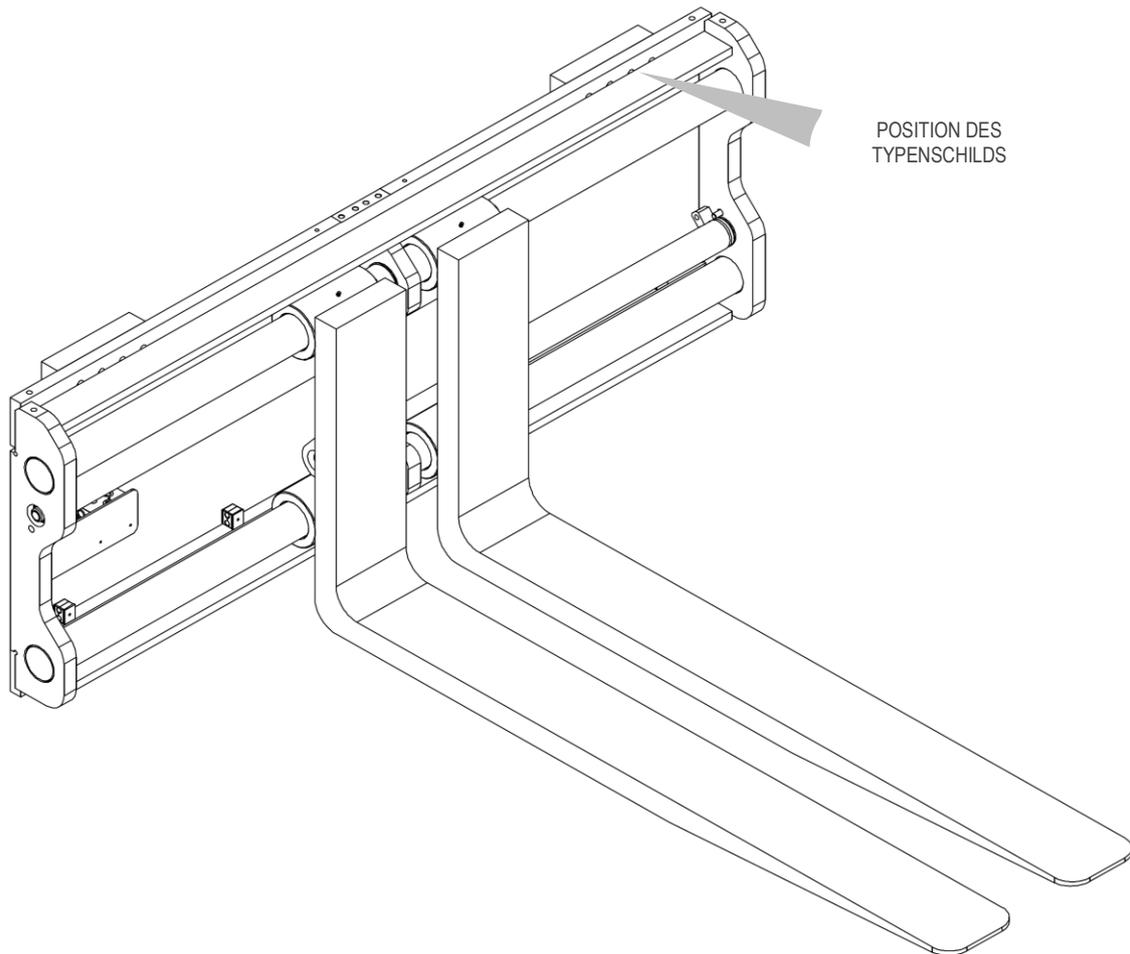
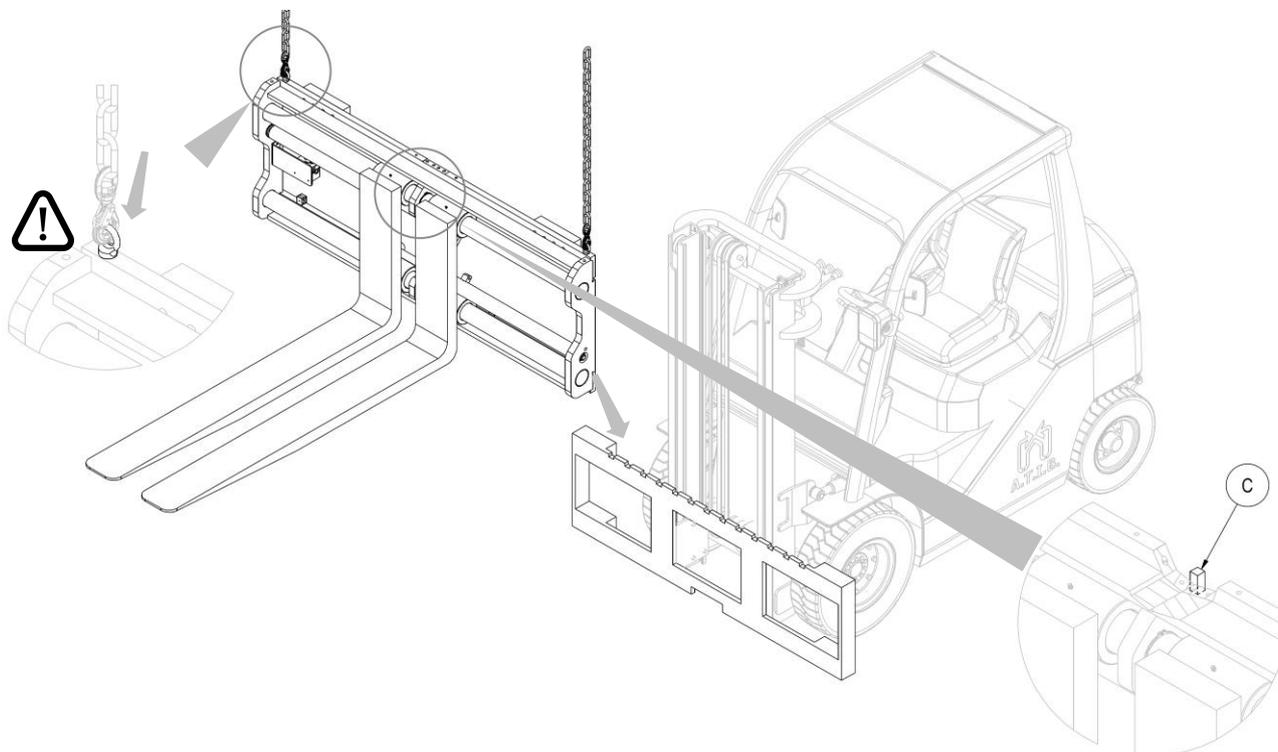

Abbildung 1
Abbildung 3
Alle Anbaugeräte A.T.I.B. – DOPPELWELLENGEFÜHRTES ZINKENVERSTELLGERÄT TYP 673 sind mittels eines Klebetypenschilds gekennzeichnet (siehe *Tabelle 1*), welches am Gerät angebracht ist (siehe *Abbildung 1*, die Position ist für alle vier Gerätetypen gleich). Bitte beziehen Sie sich immer auf die Seriennummer.
6. Zum Handling drehen Sie Ringschrauben in die entsprechenden Bohrungen ein (siehe Detail in *Abbildung 3*) und verwenden Sie Hebebänder und Hubketten, die entsprechend dem auf dem Typenschild angegebenen Gewicht des Anbaugeräts dimensioniert sind (siehe *Abbildung 1* und die *Tabelle 1* auf Seite 6).
7. Positionieren Sie das Anbaugerät mittels eines Laufkrans oder eines Hebezeugs mit ausreichender Tragkraft auf dem Gabelträger. Bitte darauf achten, dass das Zentrierteil C in die mittlere Kerbe des Gabelträgers einpasst (siehe Detail in *Abbildung 3*).
11. Schließen Sie den Hydraulikkreislauf an und stellen Sie sicher, dass der Betriebsdruck der Schläuche größer oder gleich dem auf dem Typenschild angegebenen Wert ist (siehe *Abbildung 1* und *Tabelle 1* auf Seite 6).